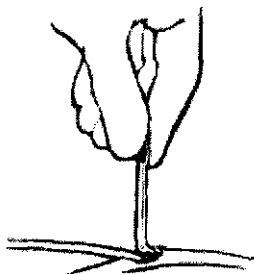

Figura 10. Utilización del elevador de vena
1. Inserte su extremo curvo del elevador de vena en la incisión de la vena y empuje despacio la extremidad del cable por debajo y hacia adentro de la vena (Figura 10). El elevador de vena facilita la introducción del cable.